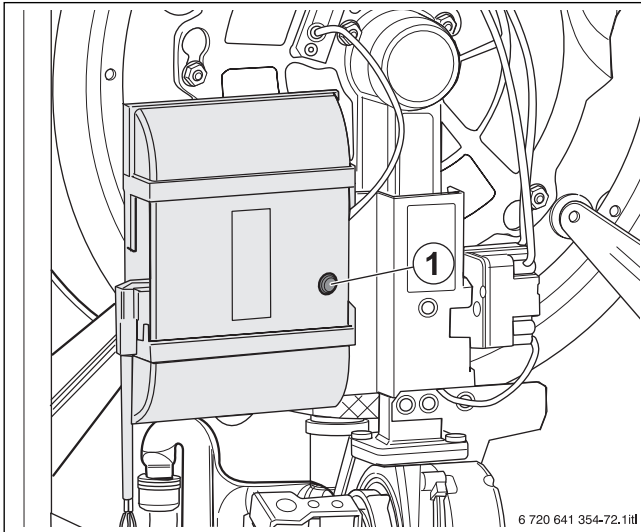

Bild 75 Störungen am Feuerungsautomat zurücksetzen
- ▶ **Reset**-Taste am Feuerungsautomaten drücken (→ Bild 75, [1], Seite 52).